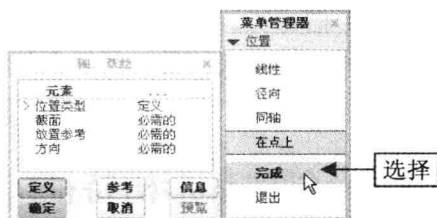

图 8-26 选择“完成”选项
Step 02 弹出“轴：草绘”对话框和“位置”菜单管理器，依次选择“在点上”选项和“完成”选项，如图8-26所示。